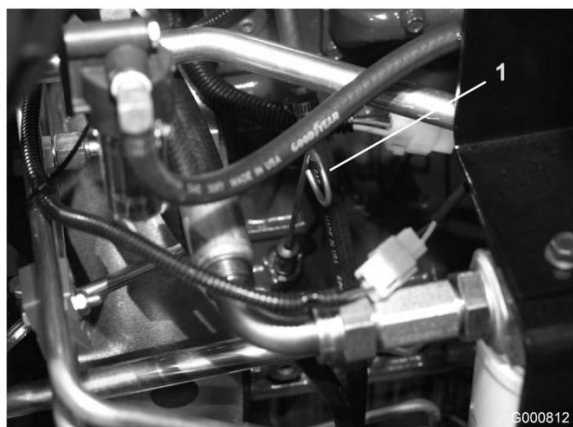

Figure 31
2. Sortez la jauge (Figure 31), essuyez-la sur un chiffon propre et remettez-la en place. Ressortez la jauge et vérifiez le niveau d'huile : Le liquide doit atteindre le repère maximum (FULL) sur la jauge.